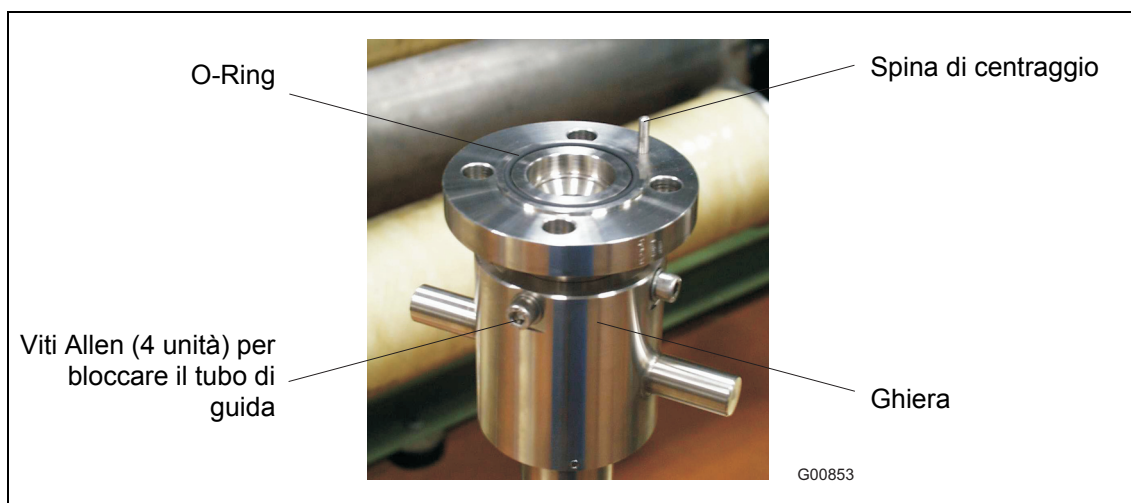

Fig. 10
- Collocare l'O-Ring (55 x 3 mm [2,16 x 0,12 inch]) nella sua sede (Fig. 10). L'O-Ring e le viti sono in dotazione.